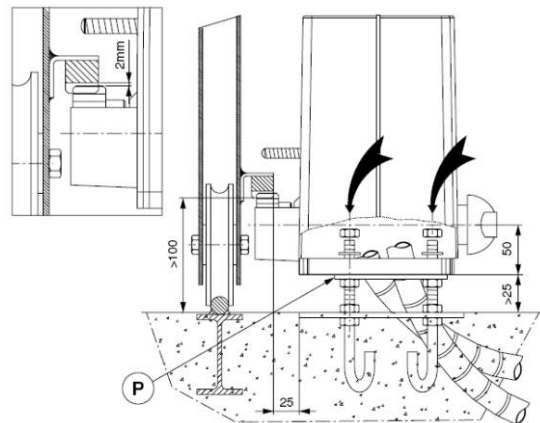
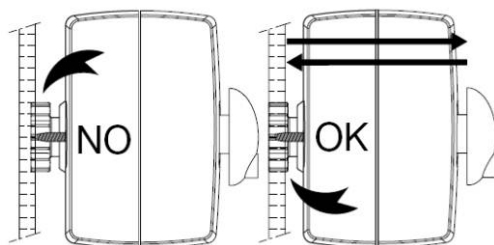

рис.14
рис.18
Подождите, пока бетон затвердеет, затем закрепите редуктор на пластине с помощью приложенных гаек и винтов как указано на рис.14:
- Установите две верхние пластины Р (рис. 14) и закрутите 4 блокировочных гайки моторедуктора.
- Если движение створки не прямолинейно, отцентрируйте крепежи линейки по отношению к звездочке вставками (рис. 18).
Отрегулируйте высоту моторедуктора так, чтобы образовался зазор приблизительно 2 мм между звездочкой и линейкой (рис. 14). Для этого отвинтите приблизительно по 2 мм четырех гаек M10 под моторедуктором и, затем зафиксируйте 4 верхних гайки. Убедитесь в параллельности и центровке звездочка- линейка (рис. 18).